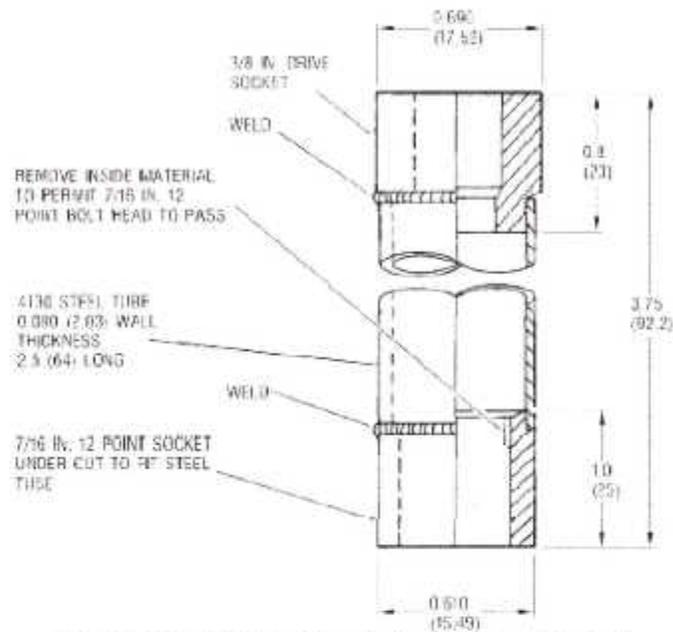

Fig.III.101 : l'Utilisation de la Clé Deep Socket.
- On Fait la Clé deep socket. (fig.III.101).